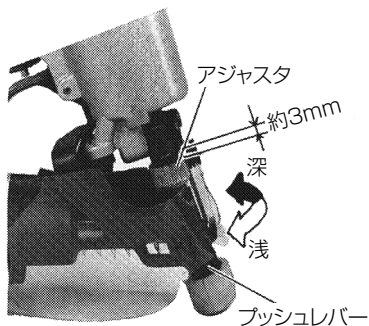

図 19
(1) アジャスタの調整
- 本機はアジャスタをつまんで回すことにより、打ち込み深さを調整できます。図 19 のように「浅」の方向へ回すと、アジャスタが下がり、打ち込み深さが浅くなります。アジャスタは 1 回転で 1 mm 移動します。
(図 19)